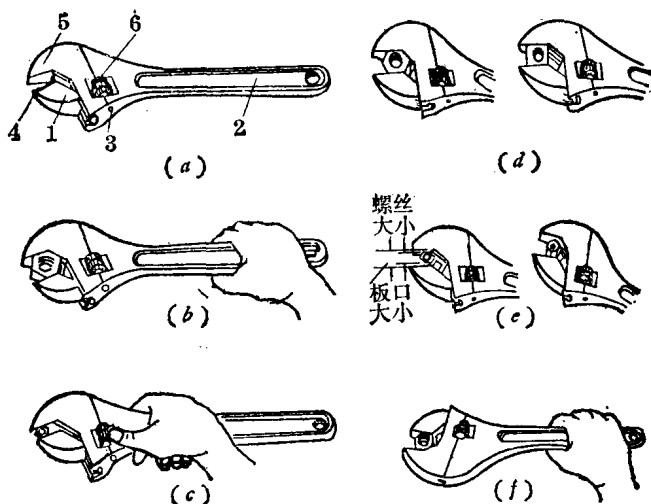

图 1-10 活动扳手及其用法
它是一種旋緊或起松有角螺絲或螺帽的工具（如图1-10, *a*），主要由呆扳唇、活動扳唇、蝸輪、軸銷、手柄等組成，轉動蝸輪就可以調節扳口的大小。电工常用的活動扳手有長100毫米、125毫米、150毫米、200毫米、250毫米和300毫米等幾種。
1. 扳動大螺絲時，手應握在柄上（如图1-10, *b*），而且手的位置越靠後扳動起來就越省力。
2. 扳動小螺絲並要不斷地調節扳口大小時（如图1-10, *c*），手應握在靠近頭部的地方，并用大姆指控制好蝸輪，以便隨時調節扳口。
扳口調節應適當，務必使扳唇正好夾住螺絲，否則扳動時扳口就會打滑（如图1-10, *e*）。扳口打滑，既會損傷螺帽棱角，又會碰傷手指。
活動扳手不可反過來使用，以免損壞活動扳唇（如图1-10, *f*）。